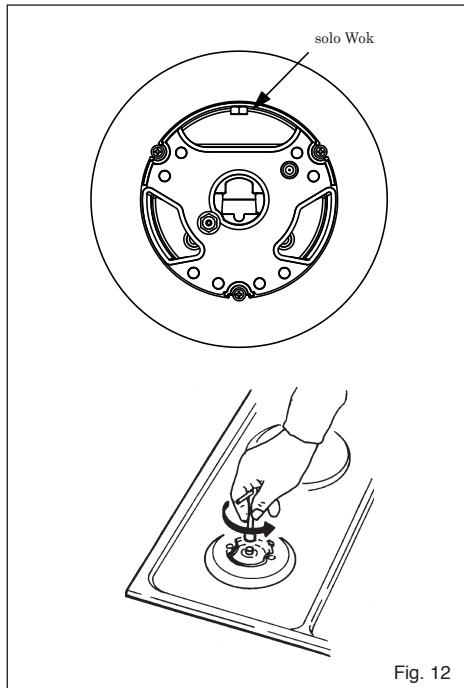

Fig. 12
## I Adattamento a diverso tipo di gas (Fig. 12)
- alla sostituzione degli iniettori (fig. 12) con i corrispondenti al tipo di gas da utilizzare (vedi tabella Caratteristiche utilizzatori);